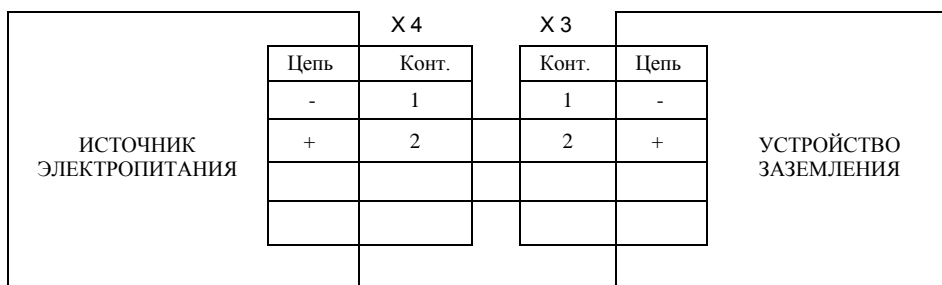

Рис.2
8.3 Автономный источник питания должен быть надёжно закреплен (2 винта М4) на основании устройства заземления и, с помощью разъема, подсоединен к нему. Схема подключения приведена на рис.2.